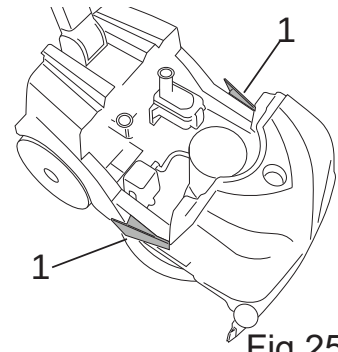

Fig.25
- Presione las dos palancas laterales de bloqueo de los depósitos (Fig. 25-Ref. 1), extraiga el depósito de agua sucia del chasis.